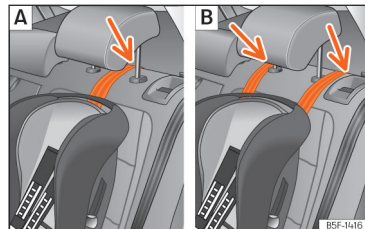
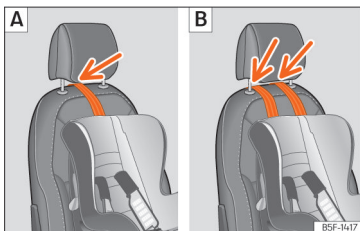

Рис. 45 Задні сидіння: правильне положення й фіксація верхнього ременя.
Рис. 46 Сидіння переднього пасажирського автокрісла: правильне положення й фіксація верхнього ременя.
- Прокладіть ремень під підголовником (підніміть або зніміть підголовник, якщо треба) **»» рис. 45, »» рис. 46.**